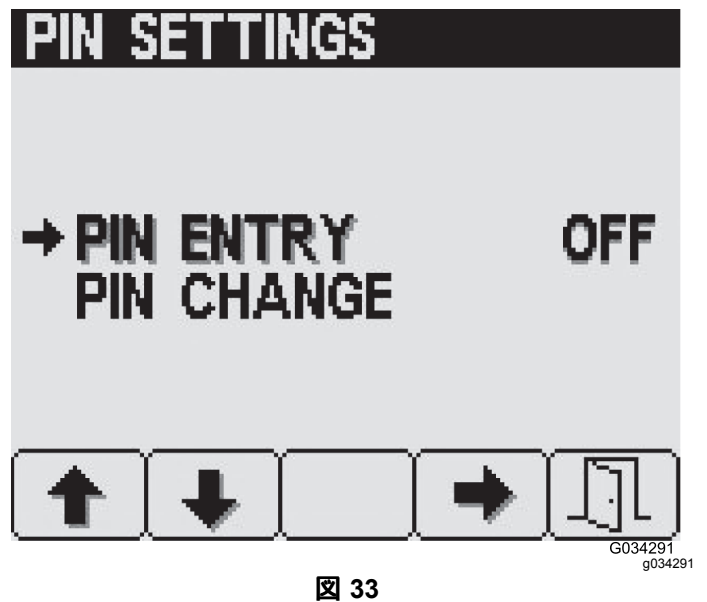

図 33
3. PIN 設定画面から、ボタン 4 を押して「ピンを入力」PIN Entryを選択し、PIN をON または OFF にする 図 33。